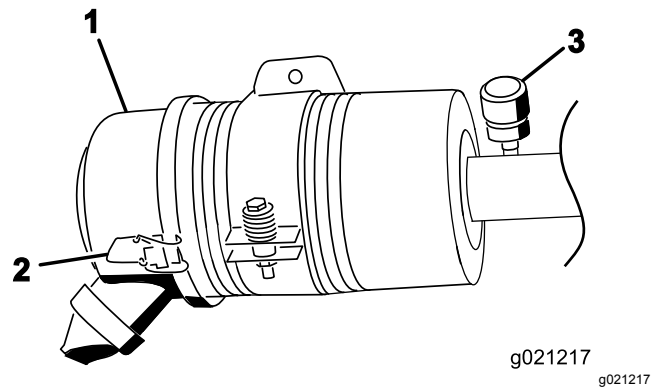

Figura 69
Faça a manutenção ao filtro de ar apenas quando o indicador de manutenção (Figura 69) o exigir. Mudar o filtro de ar antes de ser necessário apenas aumenta a possibilidade de entrar sujeira no motor quando se retira o filtro.
1. Liberte os trincos que fixam a cobertura do filtro de ar ao respectivo corpo (Figura 69).